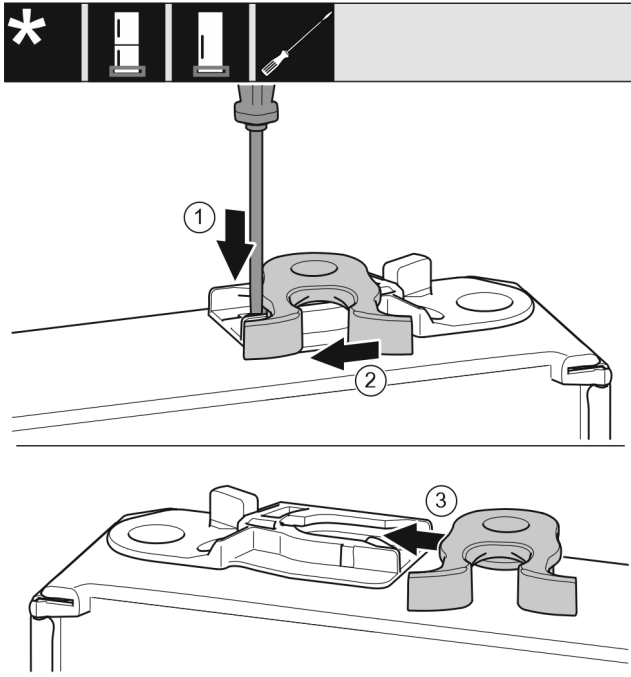

Fig. 16
- Lasche mit Schlitzschraubendreher nach unten drücken. Fig. 16 (1)
- Schließhaken aus Führung ziehen. Fig. 16 (2)
- Schließhaken auf anderer Seite in Führung schieben. Fig. 16 (3)